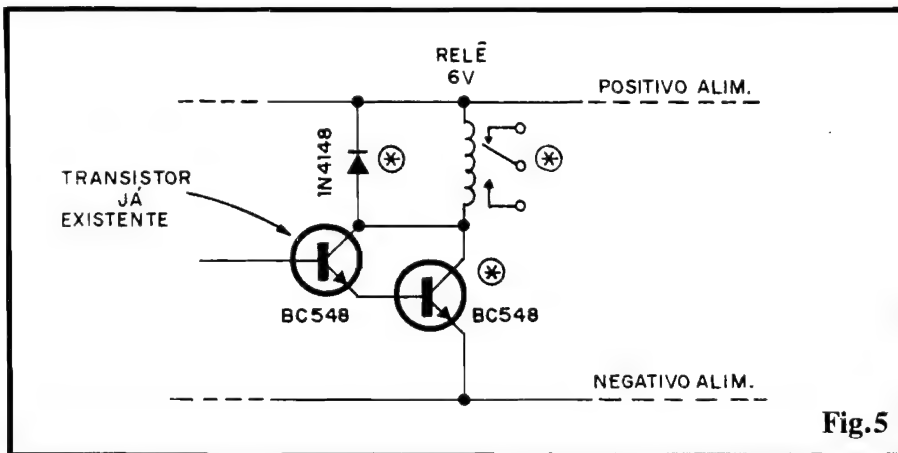

Fig.5
- FIG. 5 - MÓDULO (OPCIONAL) PARA COMANDO DE POTÊNCIA